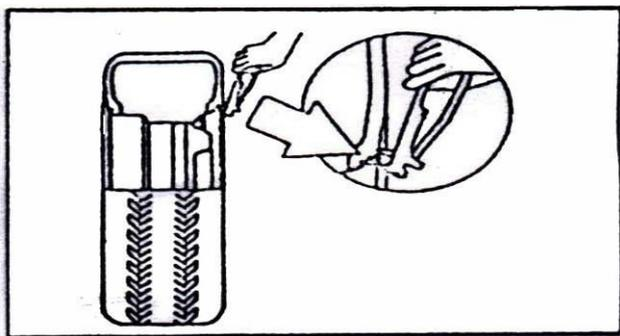

Рис. 17
4.1.1 Полностью выпустите воздух из шины и извлеките сердечник. Используйте специальный инструмент, чтобы снять грузик с обода. (Рис. 17)